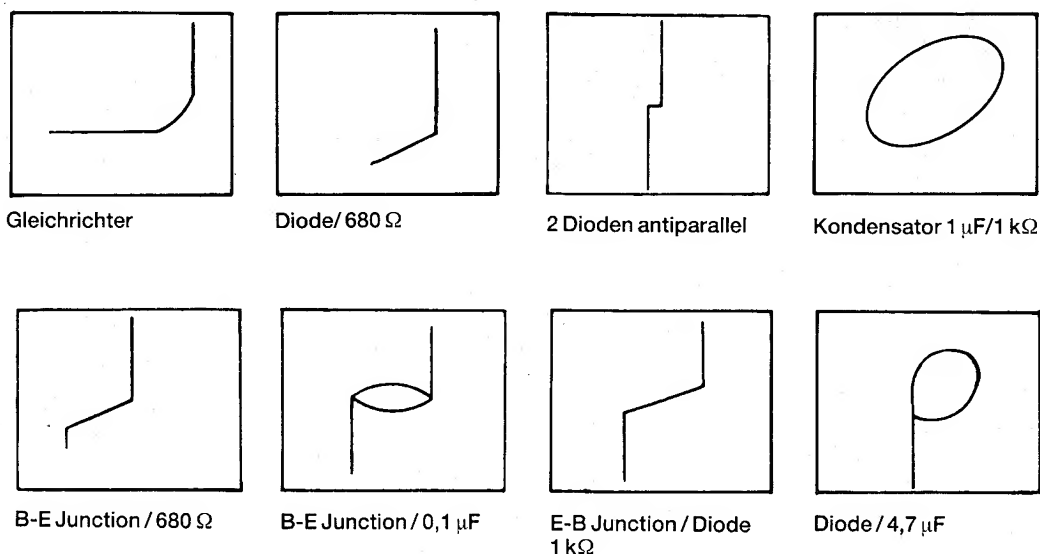

Abb. 4.4
In dieser Betriebsart wird an das betreffende Bauteil und einen damit in Reihe liegenden Widerstand ein Sinussignal mit der Netzfrequenz angelegt. Der Stromfluß (proportional zur Spannung am Widerstand) erzeugt die Vertikalablenkung, und die am Bauteil anliegende Spannung die Horizontalablenkung. Die entsprechenden Schirmbilder lassen Aufschlüsse zu über das einwandfreie Verhalten der unterschiedlichsten Bauteile (vgl. Abb. 4.4).
4. Vergleichen Sie nun, ob die Darstellung auf dem Schirm mit den in Abb. 4.4 gezeigten Mustern übereinstimmt.
Mit dem eingebauten Bauteile-Tester (vgl. auch Abschnitt 4.2.5) hat der Anwender eine einfache Möglichkeit, elektronische Bauteile (auch ICs) zu überprüfen. Als Ergebnis erscheint auf dem Bildschirm ein typischer Kurvenzug, wobei sich das zu untersuchende Bauteil auch im eingelöteten Zustand in einer Schaltung befinden kann (die in der Testphase allerdings stromlos sein muß!). Nur bei sehr komplexen Aufbauten kann das Testergebnis infolge parasitärer Kapazitäten und parallel liegender Bauteile vom erwarteten Kurvenverlauf abweichen (vgl. Abb. 4.4). In diesen Fällen empfiehlt sich die Vergleichsmessung an einem funktionierenden Gerät gleicher Bauart.